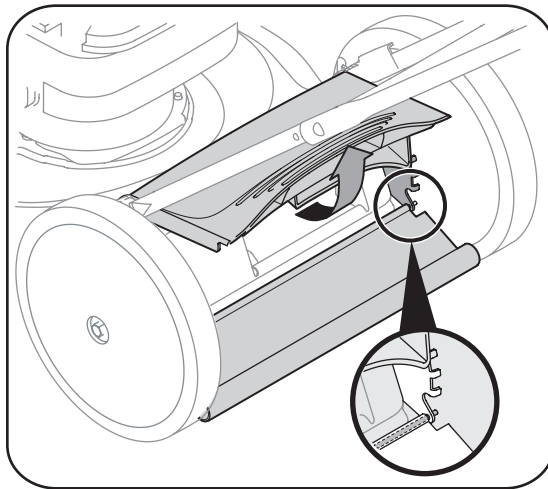

Figura 5-2
1. Para retirar el alerón trasero, corte el extremo plano de la varilla de alambre que lo sujeta a la cubierta. Vea la Figura 5-2.